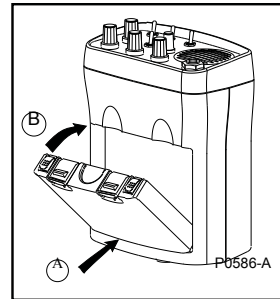

Figura 9 - Instalación del estuche de pilas
- b) Coloque la base del estuche en la parte posterior del compartimento para las pilas (A). Presione la parte frontal del estuche para colocarlo en posición (B). Los dos clips del estuche harán clic cuando el estuche esté en su sitio (Figura 9).
e) Coloque la base del estuche en la parte posterior del compartimento para pilas (A). Presione la parte frontal del estuche hasta que quede en posición (B). Los dos clips del estuche harán clic y el estuche quedará fijo en su posición (Figura 9).